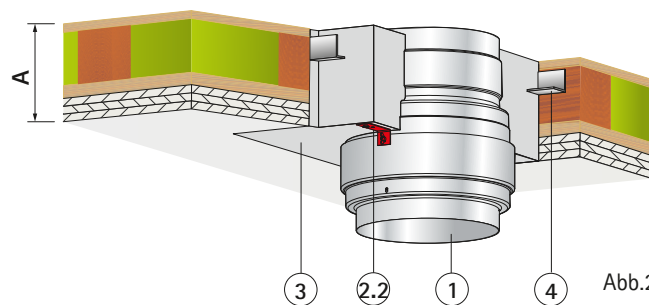

Abb.20
7. Absperrvorrichtung WFK-M-LüAR mit dem Befestigungswinkel bei Einbau auf der Geschossdecke bündig auf der Oberkante der Decke positionieren, bei Einbau unter der Geschossdecke, Befestigungswinkel bündig auf der Unterkante der Decke positionieren (Abb.20 (2.1), Abb.21 (2.2)), Verschraubung bei Bedarf. Wand - / Deckenbündiger Schenkel kann bei Platzmangel gekürzt werden